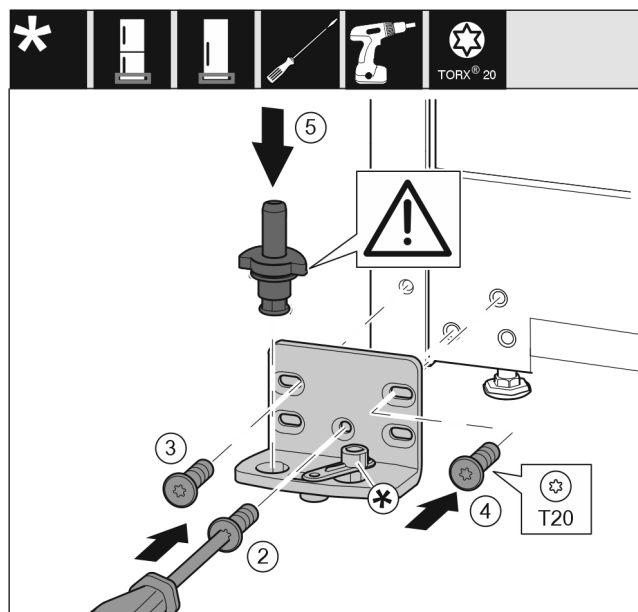

Fig. 13
- 将托架安装到另一侧，并借助 T20 螺丝刀旋紧。用螺钉 2 从底部的中心开始。 Fig. 13 (2)
- 拧紧螺钉 3 和 4。 Fig. 13 (3,4)
- 将轴承螺栓完全装入。同时注意止动凸轮需指向后方。 Fig. 13 (5)